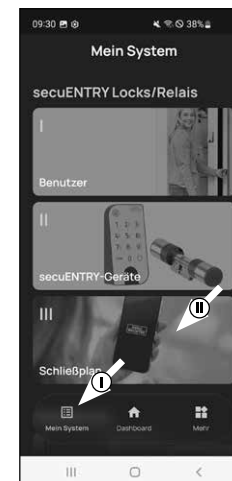

Abb. 1
- 2 Öffnen Sie das Menü „Mein System“ (I) (Abb. 1).
- 3 Tippen Sie auf den dritten Menüpunkt III - „Schließplan“ (II) (Abb. 1).